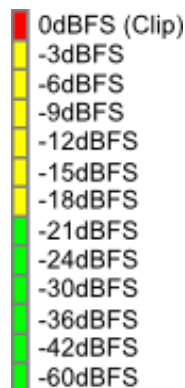

Figura 51. Escala do medidor de nível
- 1. Medidor de nível** - Fornece uma indicação visual do nível do sinal de entrada. A escala é graduada em *decibel full scale* (dBFS), conforme a Figura 51. Para garantir uma boa conversão analógico-digital, é recomendado que o nível do sinal de entrada fique na região amarela do medidor.